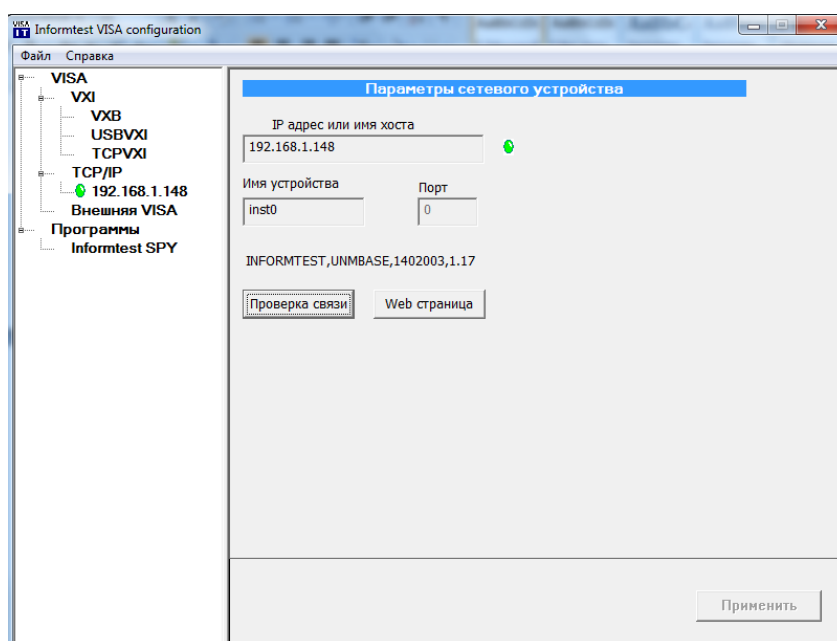

Рисунок 12
9.8.6 Далее можно проверить подключение изделия, нажав кнопку «Подключение». Если изделие подключено, то рядом с IP-адресом проверяемого изделия появится зеленый индикатор (рисунок 12), если изделие не было найдено, то рядом с IP-адресом появится крест.